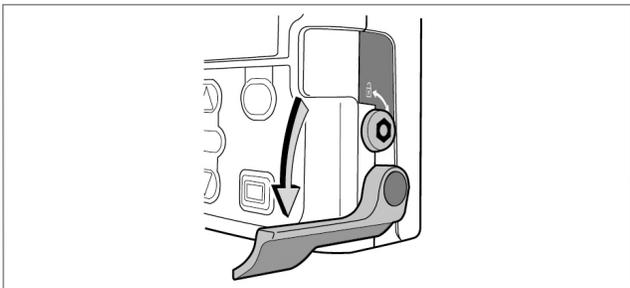

Figura 16: Desenganchar el casete
4. Empuje hacia abajo el pestillo del casete hasta que el casete se salga. Vea la figura 16.